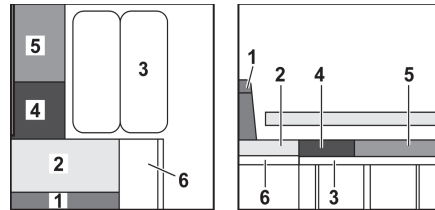

Fig. 152 Durante la transformación
- Plegar la prolongación del banco de asiento (Fig. 152,6) hacia arriba y colocar una cuña con la trampilla.